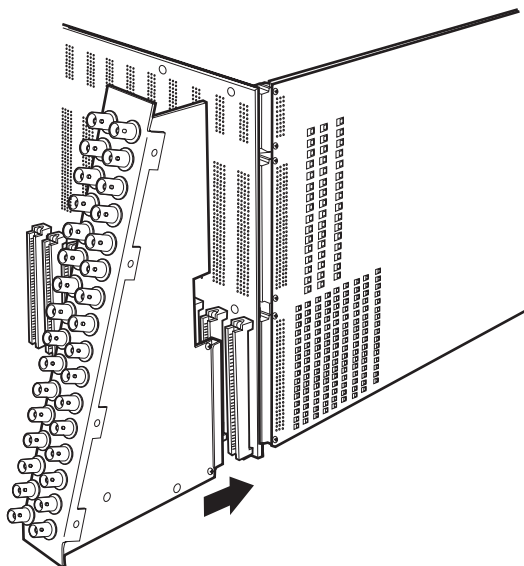

Figure 6. Insérer une carte BNC vidéo de panneau arrière (CM9770-RPC)
1. Glissez la carte BNC vidéo dans les guides correspondants de l'arrière de la baie. À partir de l'arrière de la baie, l'emplacement de l'extrême droite fournit le point de connexion pour la carte d'entrée vidéo insérée à l'avant de la baie dans l'emplacement 1. Reportez-vous à la Figure 6.